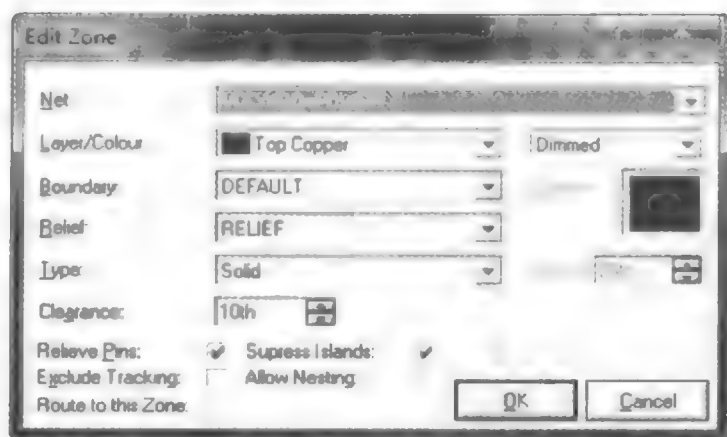

图 5.1.26 铺铜对话框
(4) 布线完成后,下一步的工作是铺铜。在编辑工具栏中选择按钮,绘制出一个不超出边框的矩形,绘制方法与边框相同。绘制完成后会弹出图 5.1.26 所示的对话框,在 Net 下拉菜单中选择 VCC/VDD=POWER,在 Layer/Colour 下拉菜单中选择 Top Copper,单击 OK 按钮确认,完成顶层的铺铜。